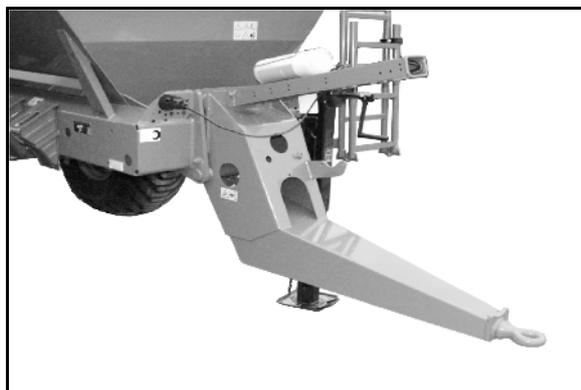

Fig. 24
- gekröpften Hitchdeichsel (Fig. 24),